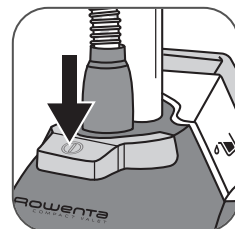

fig. 12
- Allumez l'appareil en appuyant sur la pédale située à l'avant de l'appareil. Le voyant d'alimentation s'allume. **(fig. 12)**